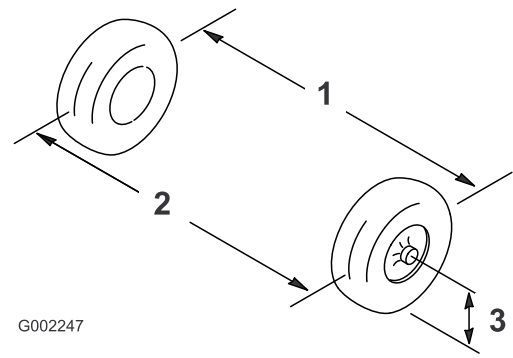

Figure 49
2. Mesurez la distance entre les roues avant à hauteur d'essieu, à l'avant et à l'arrière des roues (Figure 49).